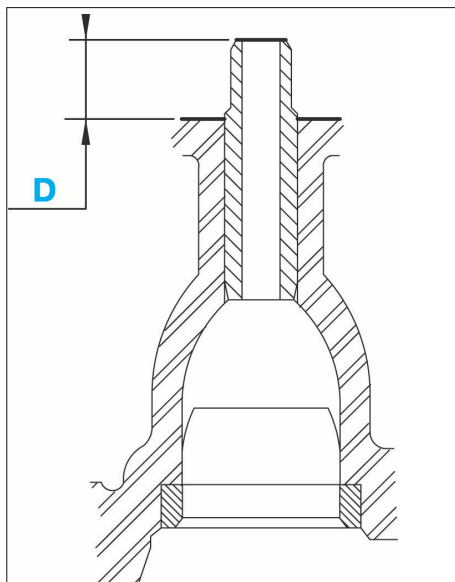

FIG. 4
Dépassement des guides (D) (mm) (Fig.4) :